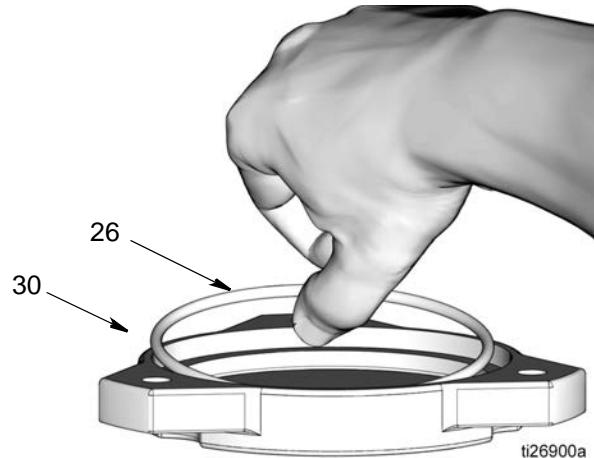

图 55
12. 在 O 形圈 (26) 上抹上薄薄一层滑脂。将 O 形圈安装在盖子 (30) 的沟槽中, 如 图 55 所示。